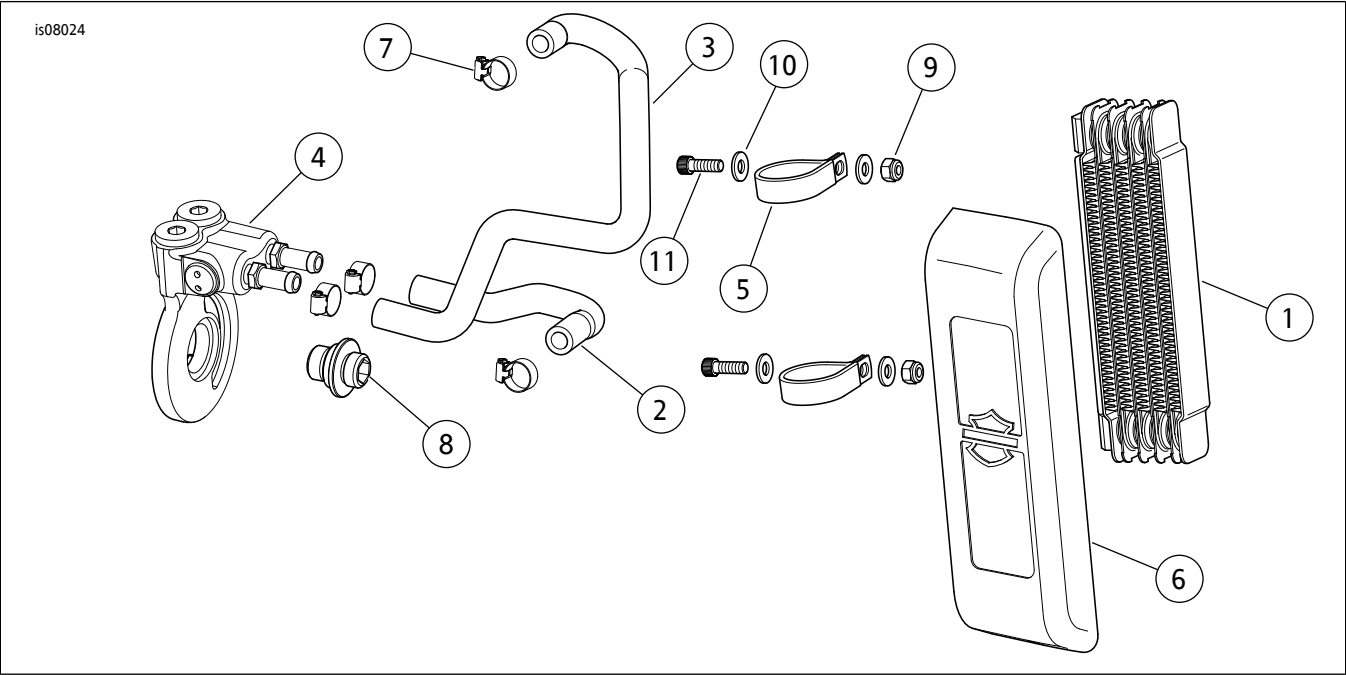

图5。维修零件：戴纳车型机油冷却器
参见图5和表1
5. 参见图5。将上软管(3)安装至机油冷却器的倒钩上，将软管夹(7)拧紧至0.9 N·m (8 in-lbs)。